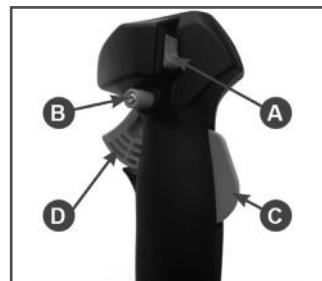
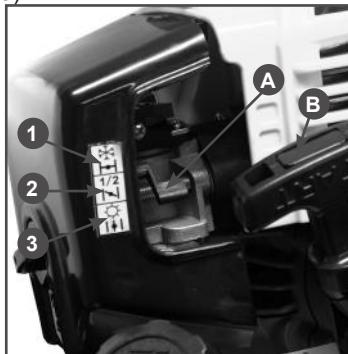

Рис. 9 Рукоятка управления
Рис. 10 Рычаг воздушной заслонки
4. Установите выключатель А в положение «I» (Рис. 9).
5. Нажмите одновременно на стопорный рычаг С и рычаг газа D. Зафиксируйте рычаг газа в нажатом состоянии кнопкой В (Рис. 9).
6. Установите рычаг воздушной заслонки (A) в верхнее положение 1 (Рис. 10).
7. Проверните коленчатый вал двигателя ручным стартером с помощью ручки В (Рис. 10) до тех пор, пока не почувствуете сопротивление, затем медленно опустите ручку стартера вниз. Снова медленно потяните за ручку стартера, пока не почувствуете, что стартер вошел в зацепление с маховиком, после чего, резко и с усилием потяните за ручку стартера и запустите двигатель. Двигатель запускается только на короткое время и сразу глохнет. При необходимости повторите. После запуска двигателя медленно и плавно верните ручку стартера на место.
8. После первой вспышки переведите рычаг воздушной заслонки в среднее положение 2 (Рис. 10). Проверните коленчатый вал двигателя ручным стартером до тех пор, пока не почувствуете сопротивление, затем медленно опустите ручку стартера вниз. Снова медленно потяните за ручку стартера, пока не почувствуете, что стартер вошел в зацепление с маховиком, после чего, резко и с усилием потяните за ручку стартера. Повторите это действие 1-3 раза, двигатель должен запуститься.
9. После запуска переведите рычаг газа в режим холостого хода. Для этого необходимо быстро нажать и отпустить рычаг газа D (кнопка блокировки В при этом освободится) (Рис. 9). Прогрейте двигатель в течение 30 секунд. Рычаг воздушной заслонки при этом находится в положении 2, затем переведите рычаг заслонки в положение 1 (Рис. 10).
4. Переверните устройство свечным отверстием вниз и зафиксируйте рычаг газа в нажатом состоянии кнопкой В (Рис. 9), несколько раз сильно и часто дерните за ручку стартера для удаления лишнего топлива из цилиндра.
2. Дайте двигателю поработать без нагрузки в течение 15-20 секунд, затем заглушите двигатель, установив выключатель зажигания А (Рис. 9) в положение «О» (ВЫКЛЮЧЕНО).